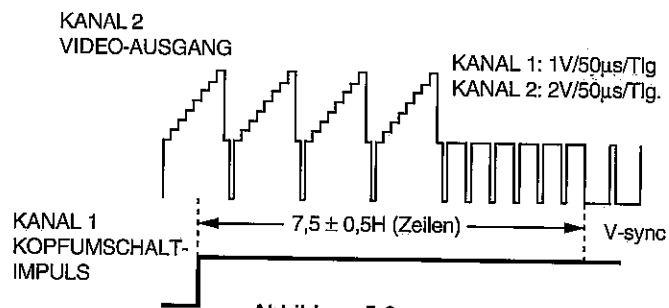

Abbildung 5-2.
5. Die Überprüfung der Wellenform am Oszilloskop gemäß Abbildung 5-2. unmittelbar nach Einstellung des Kopfumschaltpunkts vornehmen.